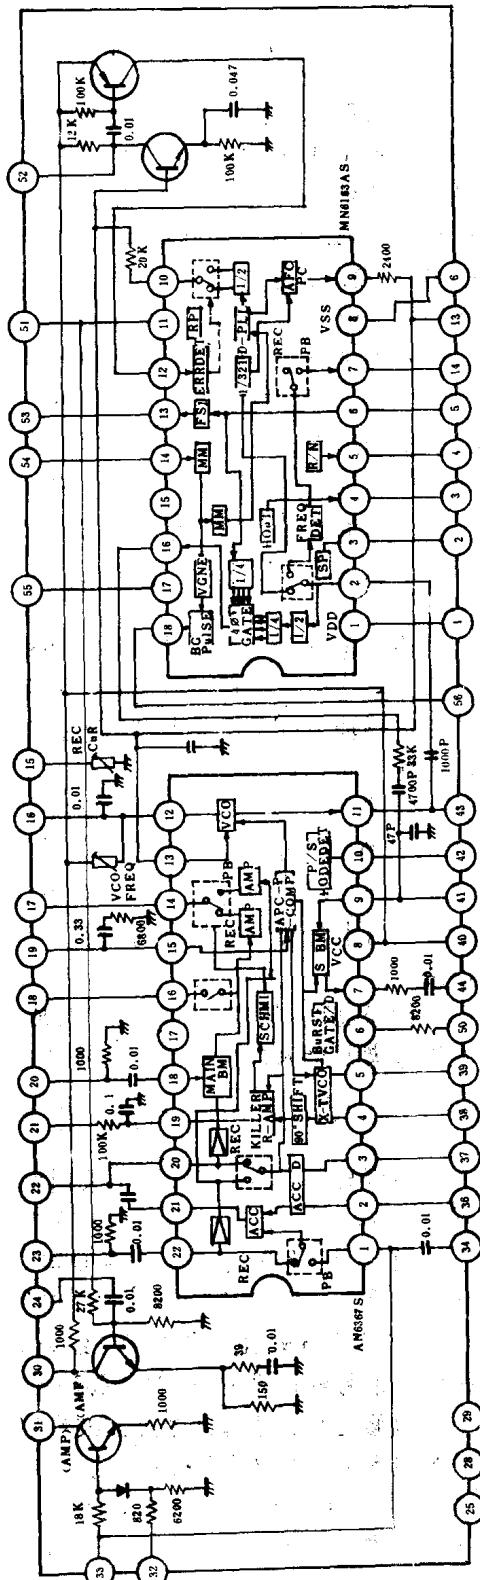

Fig 2—1—1
检修思路：这个故障现象说明亮度通道和音频通道正常，只是色度重放通道发生故障。G10 色度电路主要由 AN6367S 和 AN6163S 两片集成电路组成的二次集成组件 IC801 (VEFCO13) 担任。电路见图 2—1—1。由磁头放大组件送来的重放色度信号经插件 P3001⑦脚送主电路板上的 Q8001 反馈补偿放大器，补偿高频成分后，由集电极输出送至亮度与色度组件板 (VEP03391K) ③脚，经 L807、L808、L809、C813、C814、C815、CR801 低通滤波电路，分离出 627kHz 的色度信号，从二次集成组件 IC801⑧脚输入，进入 AN6367S①脚，再从⑫脚输出稳定的重放色度信号，进入⑯脚的放大器放大，在⑭脚主变换器中还原成不旋转的 4.43MHz 色度信号由⑩脚输出（即 IC801⑩脚输出），送 IC801⑭脚补偿放大后由⑬脚输出，送到 4.43MHz 带通滤波器 VFL801⑧脚，由⑥脚输出的信号送回 AN6367S⑫脚放大器，最终由 AN6367S⑭脚输出，送 DL8012H 延迟线①④脚消除邻迹串扰，又经一系列滤波放大后进入 IC301 二次集成组件 VEFY014⑨脚在 AN3215S 内与重放亮度信号进行混合，由 IC301⑩脚输出视频信号。